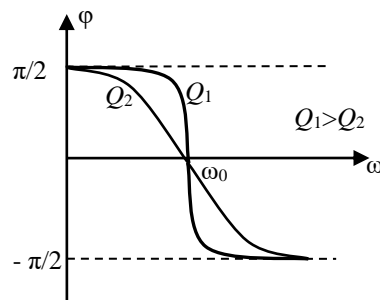

Рис. 4
На рис.4 представлена фазочастотная характеристика, т. е. $\varphi = \varphi(\omega)$. Эту характеристику строят, исходя из равенства
Из уравнения (7) следует: чем меньше R (при неизменных L и C), т.е., чем больше добротность контура Q , тем более резко изменяется кривая $\varphi = \varphi(\omega)$ между своими предельными значениями ($-\pi/2$) и ($\pi/2$) (рис. 4).